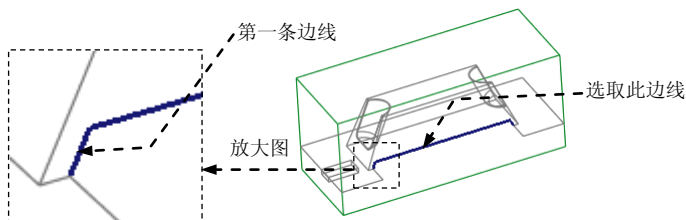

图 12.40 选取延伸边
- (1) 遮蔽参考模型和坯料。
- (2) 按住 **Shift** 键，再选取图 12.40 所示的加亮边线。单击 **分型面** 功能选项卡 **编辑** ▾ 区域的  延伸按钮，此时出现 **延伸** 操控板。
- (3) 取消坯料的遮蔽。
- (4) 选取延伸的终止面。
- ① 在操控板中按下  按钮（延伸类型为至平面）。